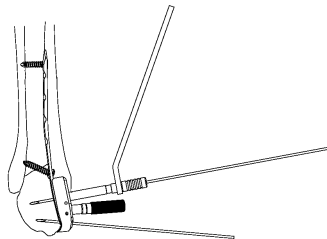

図17-2
2.5 ドリルガイドに1.3 ガイドピンスリーブ2.5を挿入し、ガイドブロックに差し込んで1.3 ガイドピンを刺入することも可能です。(図17-2)